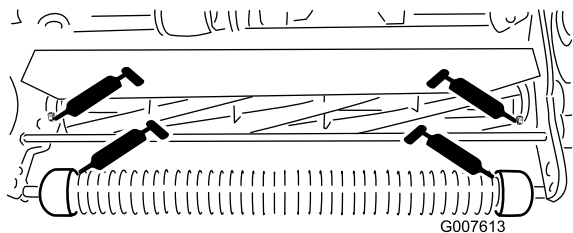

Figura 22
- 2 en el rodillo delantero (Figura 22)
- 2 en los cojinetes del molinete (Figura 22)